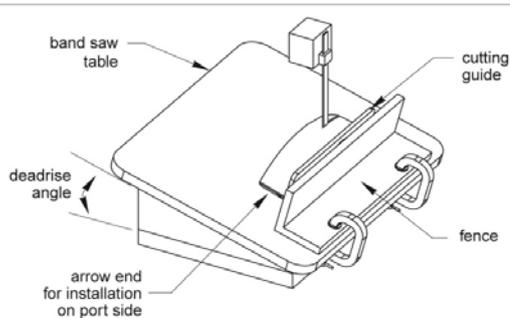

Figure 3. Cutting a Standard Fairing
2. Inclinez la scie à ruban à table, l'angle mesuré et sécuriser les clôture de coupe (voir Figure 3).
3. Placez la coiffe sur la table pour le guide de coupe est calé contre la clôture. La flèche sera dirigé vers vous pour l'installation sur le côté bâbord et loin de vous pour l'installation sur le côté tribord du bateau (voir les fig 3 et 4).